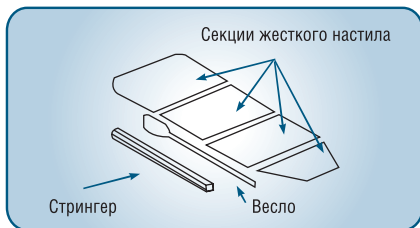

рис. 5
- Установите стрингер. Повторите процедуру с другой стороны лодки (рис. 5).